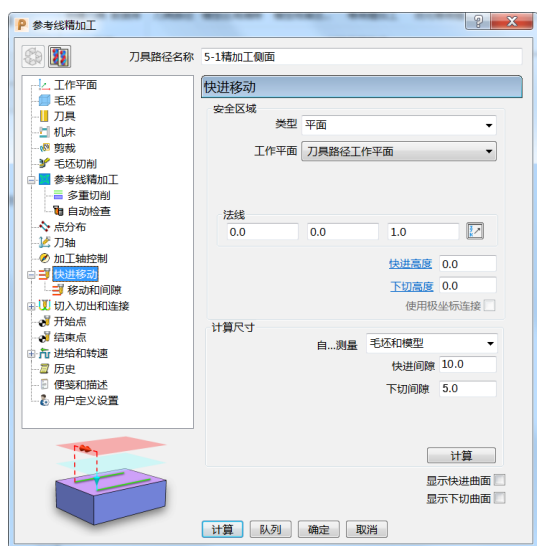

图 3-54
- 6) 快速移动: 安全区域类型选择“平面”, 工作平面选择“刀具路径工作平面”, 法线设定为(0.0, 0.0, 1.0), 设定快进间隙“10.0”、下切间隙“5.0”, 然后单击“计算”按钮。(图3-54)